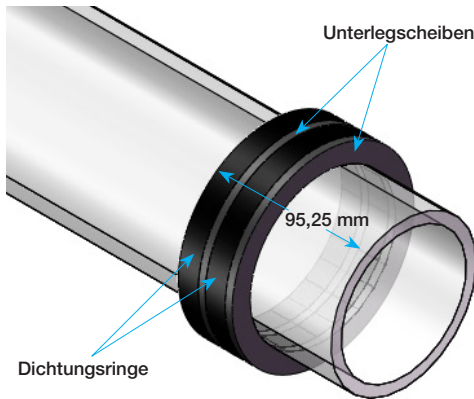

Abbildung 3: Quarzrohr Dichtungsanordnung im Detail
- i. Ordnen Sie die Dichtungsringe und Unterlegscheiben auf dem Quarzrohr wie in Abbildung 3 gezeigt an.